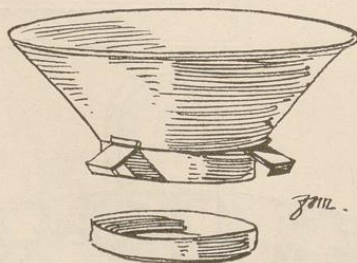

Fig. 328. Farbensieb.
2. Farbsiebe und Farbmühlen. Die Farbsiebe, zum Reinigen der Oelfarben von Farbenhaut, zum Durchtreiben des Leims etc. dienend, haben die Gestalt der Milchsiebe (Fig. 328) mit